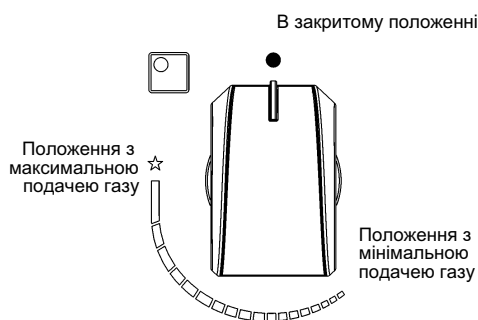

Рис. 1
- **Натисніть автоматичний електророзпал** і поверніть проти годинникової стрілки ручку конфорки до положення великого полум'я (рис. 1), потім натисніть кнопку.
Для розпалювання конфорок, оснащених системою "газ-контроль", слід повернути проти годинникової стрілки ручку конфорки до положення великого полум'я (рис. 1) (до упору). Потім натисніть ручку і зробіть розпал, як описано вище.
- Після закипання переведіть ручку в положення малого полум'я (рис. 1).
- Розпал конфорок із запобіжною системою термопарою (системою "газ-контроль") можна зробити тільки якщо ручка встановлена в положення **Максимум** (велике полум'я рис. 1).